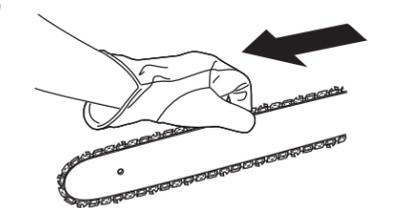

Fig. 35
**REMARQUE** : Si la chaîne est trop tendue, elle ne tournera pas. Pour détendre la chaîne, tournez la vis de tension de la chaîne d'1/4 de tour dans le sens inverse des aiguilles d'une montre. Assurez-vous que la chaîne peut être tournée à la main sans accrocs (Fig. 35). Notez également que la chaîne ne tournera pas si le frein de chaîne est embrayé.